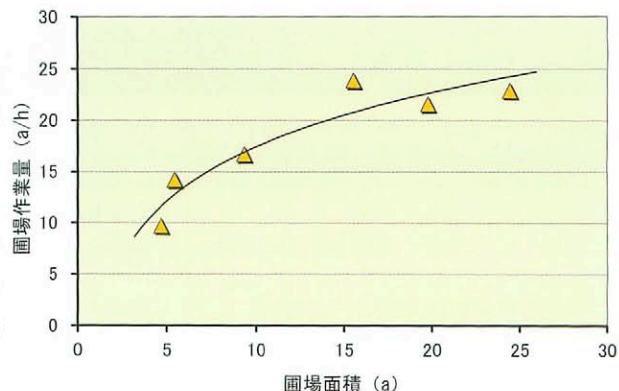

図3 飼料用稻収穫時のほ場作業量測定例
- ・乾物収量1.1~1.4t/10aの時のほ場作業量の測定例を図3に示します。人がやっと歩ける程度のぬかるみでも作業が可能ですが、ほ場が硬い時よりもほ場作業量は低下します。